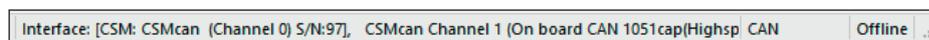

Abb. 5-15: Statusleiste: Schnittstelle "CAN-Interface"
- ☞ Wenn in der Statuszeile des Programmfensters ein Interface angezeigt wird (Abb. 5-15), fahren Sie fort mit Kapitel 5.3.3.4 "Neue Konfigurationsdatei anlegen".